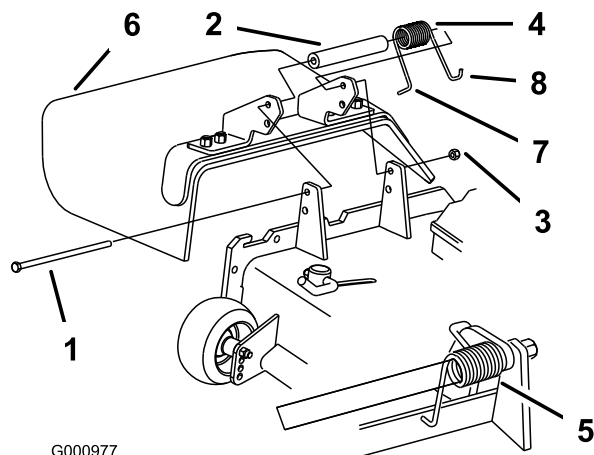

Figure 89
1. Retirez le contre-écrou, le boulon, le ressort et l'entretoise qui fixent le déflecteur aux supports de pivot (Figure 89). Déposez le déflecteur d'herbe s'il est endommagé ou usé.
- Remarque:** Prenez soin de placer l'extrémité en **L** du ressort derrière le bord du plateau avant de mettre le boulon en place, comme indiqué à la Figure 89.
3. Remettez le boulon et l'écrou en place. Accrochez l'extrémité en **J** du ressort au déflecteur d'herbe (Figure 89).